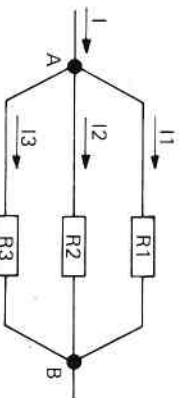

Fig.2
1) Mise en parallèle de résistances (fig. 2)